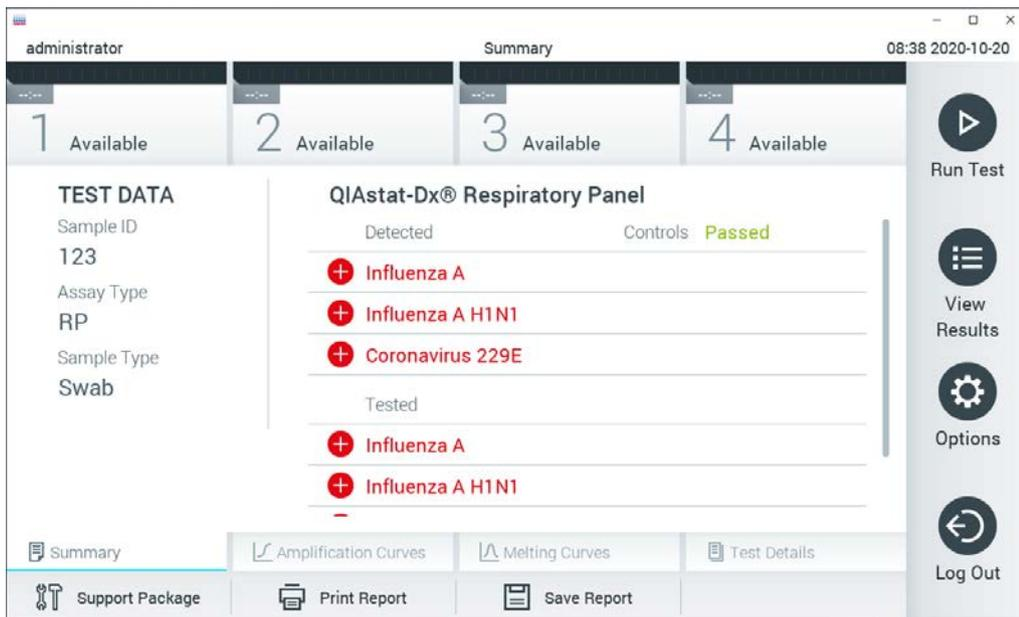

Figura 30. Schermata Summary (Riepilogo) dei risultati.
11. Dopo l'espulsione della cartuccia d'esame QIAstat-Dx, comparirà la schermata Summary (Riepilogo) (Figura 30). Per ulteriori informazioni, consultare la Sezione 5.5.